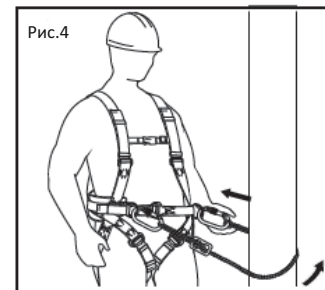

Рис.4
- Обогните строп вокруг элемента конструкции (рис. 4).